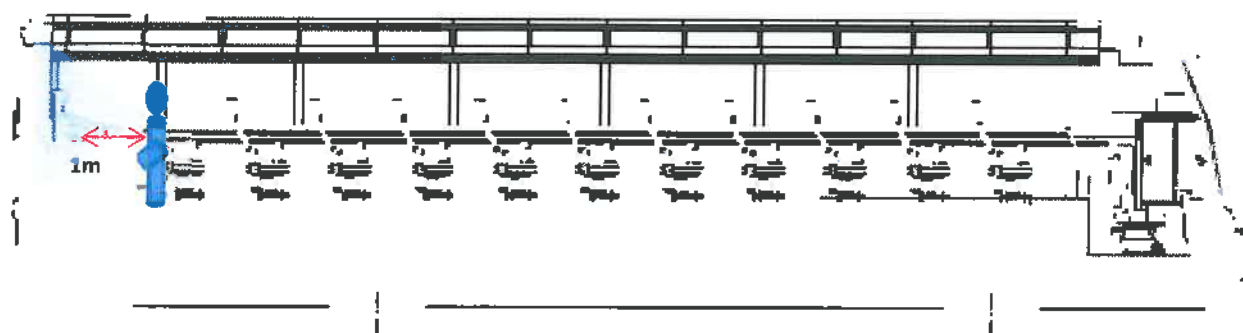

Fig. 5
**Inspección de Pared Trasera:** Se realizara tomando como base 1 m de distancia de la pared, posicionado en el Pasillo Central y por encima de los respaldos de los asientos (si no cuenta con estos, se considera ese punto). Fig.5